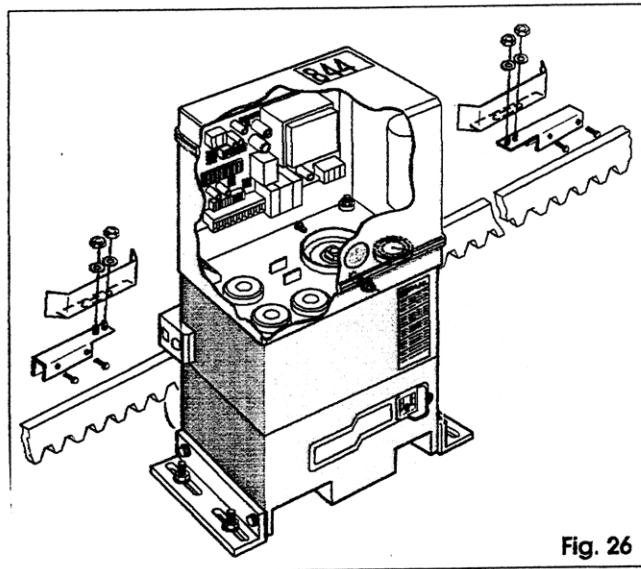

Fig. 26
- 1) Podłączyć krańcówkę wyśrodkowując płytkę względem sworzni gwintowanych wspornika (rys.26).